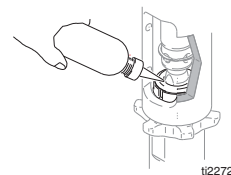

FIG. 12
3. (Fig. 12) Fyll pakkmutteren med Graco TSL (pakkmutterolje).